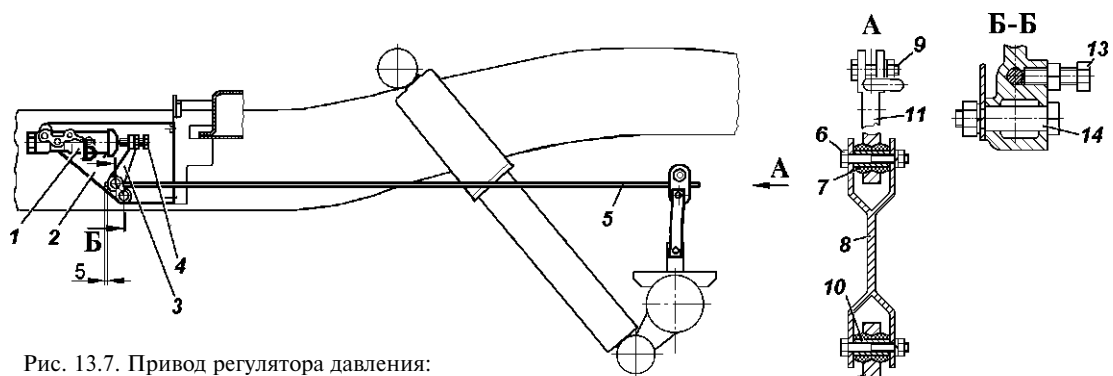

Рис. 13.7. Привод регулятора давления:
регулятор от грязи и проверяйте надежность его крепления и крепления его привода. Внешним осмотром убедитесь, что регулятор и детали его привода не имеют повреждений, отсутствуют подтекания тормозной жидкости и зазоры в соединении стойки с упругим рычагом и кронштейном на заднем мосту (рис. 13.7).
В процессе эксплуатации и при замене задних рессор необходимо регулировать усилие упругого рычага 5 (см. рис. 13.7) на поршень регулятора. Регулировку производите в следующей последовательности:
4. Доверните болт 4 (см. рис. 13.7):